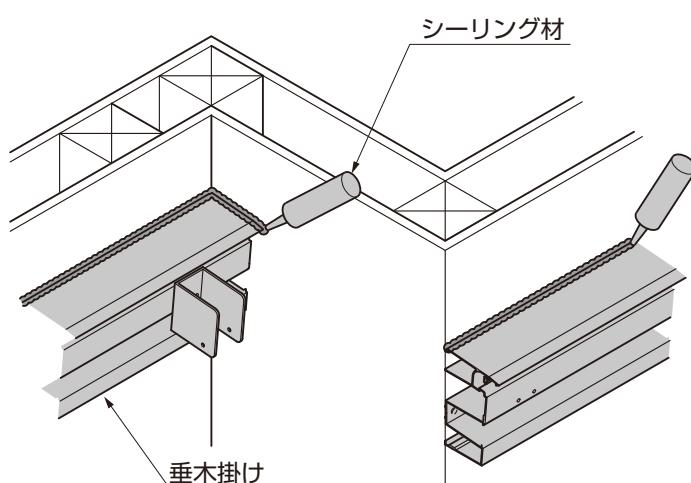

図2-2
- ②垂木掛けにシーリングをしてください。(図 2-2 参照)
(2) 連棟仕様の場合